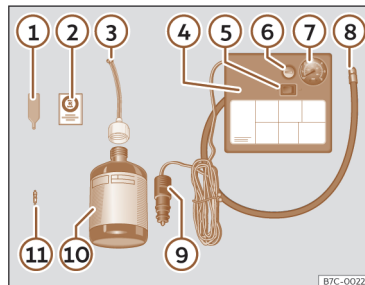

Fig. 213 Representación estándar: contenido del kit antipinchazos.
>>> **fig. 213:**
- Desenrosque la caperuza y el obús de la válvula del neumático. Utilice el aparato >>> **fig. 213** ① para extraer el obús. Colóquelo en una superficie limpia.
- Agite con fuerza la botella de sellante de neumáticos >>> **fig. 213** ⑩.
- Enrosque el tubo de inflado >>> **fig. 213** ③ en la botella de sellante. El precinto de la botella se romperá automáticamente.
- Retire el tapón del tubo de llenado >>> **fig. 213** ③ y enrosque el extremo abierto del tubo en la válvula del neumático.
- Vuelva a colocar el obús con el aparato >>> **fig. 213** ① en la válvula del neumático.
- Enrosque el tubo de inflado del neumático del compresor >>> **fig. 213** ⑧ en la válvula del neumático.
- Compruebe que el tornillo de evacuación de aire está cerrado >>> **fig. 213** ⑥.
- Acople el conector >>> **fig. 213** ⑨ a toma de corriente de 12 voltios del vehículo >>> **pág. 218.**
- Conecte el compresor de aire con conmutador ON/OFF >>> **fig. 213** ⑤.
- Pegue el adhesivo >>> **fig. 213** ② en el cuadro de instrumentos, dentro del campo visual del conductor.
>>> **fig. 213** (8) y compruebe la presión en el manómetro (7).